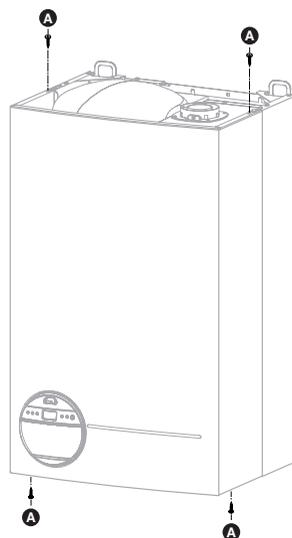

Fig. 7
- dévisser les 4 vis **A** de fixation de l'habillage (fig. 7),